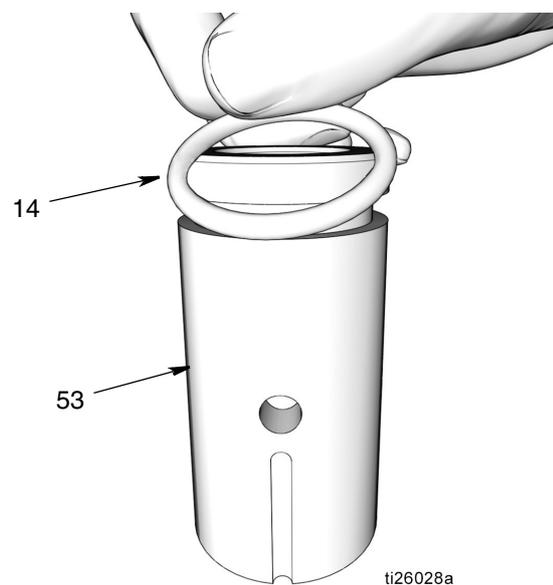

FIG. 43
5. Manchon de l'élément de pompe (53)
- Utiliser un chiffon propre pour essuyer le manchon de l'élément de pompe (53) et supprimer toute saleté ou tout contaminant. Examiner la surface et rechercher d'éventuels rayures ou dégâts.
- Appliquer une mince couche de graisse sur le joint torique (14). Monter le joint torique sur le manchon de l'élément de pompe (d) (FIG. 43).